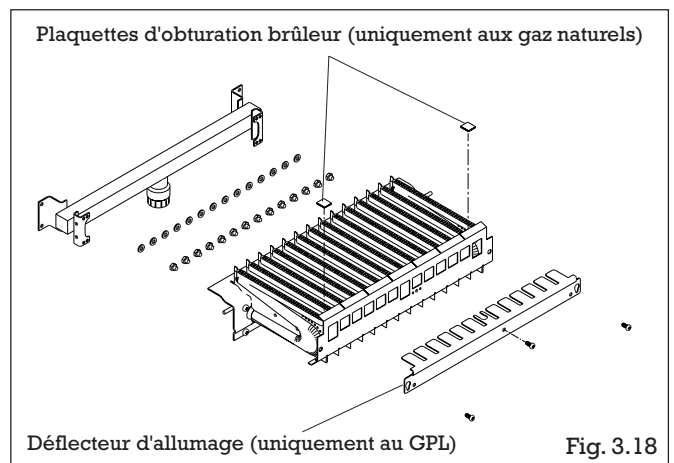
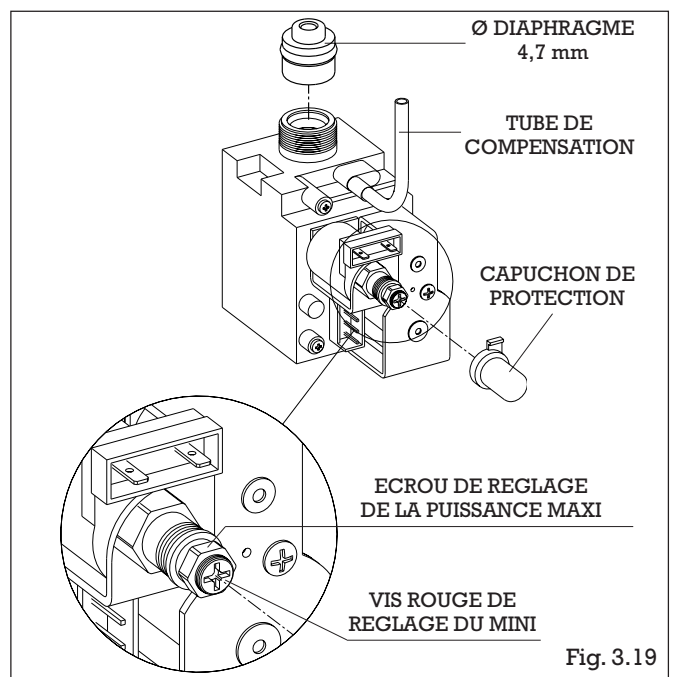

Fig. 3.18
Fig. 3.19
- dans le cas d'une transformation aux gaz naturels: retirer le déflecteur en forme de râtelier placé en façade du brûleur (fig. 3.18) et glisser les 2 plaquettes
d'obturation sur le dessus du brûleur en position avant pour boucher les 2 trous latéraux de passage d'électrode; mettre en place le diaphragme fourni avec le set sur la vanne gaz (fig. 3.19)
- dans le cas d'une transformation au GPL: mettre en place le déflecteur en forme de râtelier en façade du brûleur (fig. 3.18) et retirer les 2 plaquettes d'obturation sur le dessus du brûleur en position avant; retirer le diaphragme placé sur la vanne gaz (fig. 3.19)
- débrancher le tube de compensation de la vanne gaz (fig. 3.19)
- retirer le capuchon plastique de la bobine de modulation de la vanne gaz (fig. 3.19) et agir à l'aide d'une clé de 10 sur l'écrou de réglage de la puissance maxi jusqu'à obtention de la pression maxi nécessaire. Se reporter au tableau FONCTIONNEMENT MULTIGAZ de la page 8.